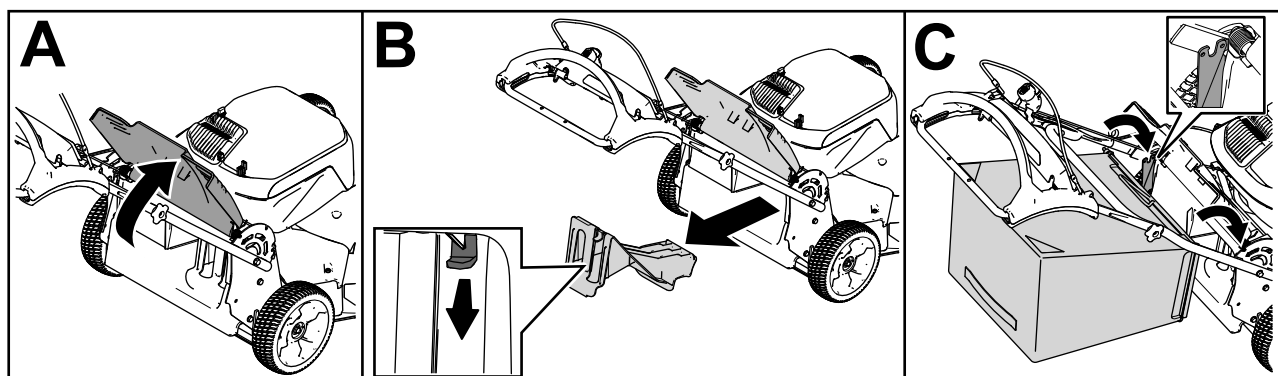

Figura 18
1. Levante y sujete el deflector trasero (Figura 18, A).
2. Retire el tapón de descarga trasero presionando hacia abajo sobre el enganche con el dedo pulgar y extrayendo del tapón de la máquina (Figura 18, B).
3. Instale la varilla de la bolsa en las muescas de la base del manillar, y mueva la bolsa hacia adelante y hacia atrás para verificar que la varilla está asentada en el fondo de cada muesca (Figura 18, C).